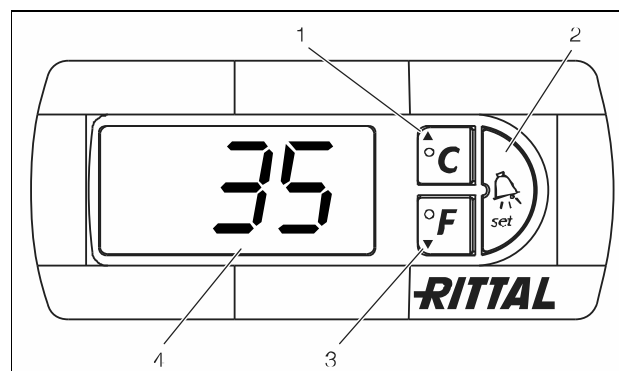

Imagen 34: Controlador e-Comfort
La programación del aparato se realiza a través de las teclas 1 – 3 (imagen 34). Los parámetros también aparecen en la indicación.
- Presione simultáneamente las teclas 1 y 2 (imagen 34) durante 5 segundos mín.
Con las teclas 1, 2 y 3 (imagen 34) puede modificar 24 parámetros dentro de los niveles preestablecidos (valor mín., valor máx.).